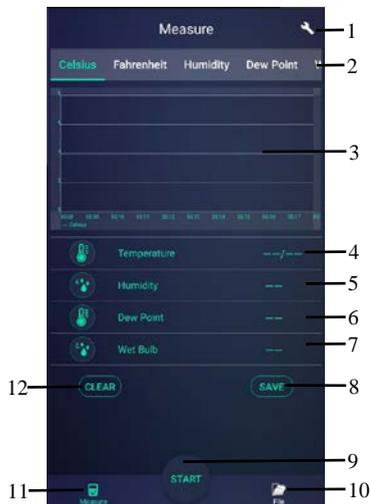

Рис. 3
- 4.1. Нажмите в приложении кнопку меню настройки (п. 1 рис. 3).
- 5.1. Для начала измерения нажмите кнопку **Start** (п. 9 рис. 3).
- 5.2. Измеренные данные будут отображаться на графике (п. 3 рис. 3) и на индикаторах данных (п. 4–7 рис. 3).
- 5.3. Для изменения отображаемых данных на графике используйте соответствующие кнопки (п. 2 рис. 3):
- 5.4. Для окончания измерения нажмите кнопку **Stop** (п. 9 рис. 3).
- 5.5. Для сохранения данных в память приложения нажмите кнопку **Save** (п. 8 рис. 3). Введите имя для файла с данными и его описание (по желанию).
- 5.6. Для сброса всех измеренных значений нажмите кнопку **Clear** (п. 12 рис. 3).
6.1. Нажмите кнопку File (п. 10 рис. 3).